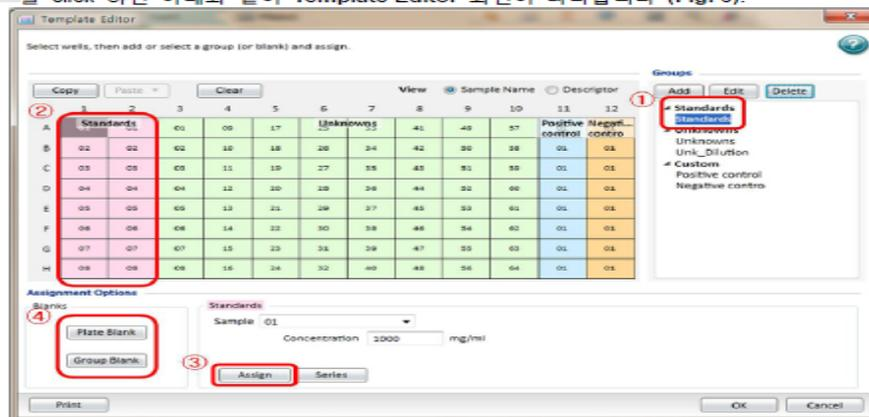

Figure 6. Template Editor window
① Calibrate
18.  을 click 하면 아래와 같이 Template Editor 화면이 나타납니다 (Fig. 6).
- ① Fig.6 에 Standards group을 기준으로 위에서 아래로 농도 별 선택을 한 뒤에 (Top to Bottom)
- ② Pattern of Replicates를 통하여 x축 두 개의 well은 서로 같은 농도 (y축)로 선택합니다.
- ③ Concentration을 정하기 위해서 Starting Value를 선택한 뒤에 연산자(*, /, +, -)를 이용하여 setting 하십니다. 이렇게 선택하시고 OK button을 누르시면 Fig.6과 같이 standards group 기준으로 농도 별 setting이 완료됩니다.